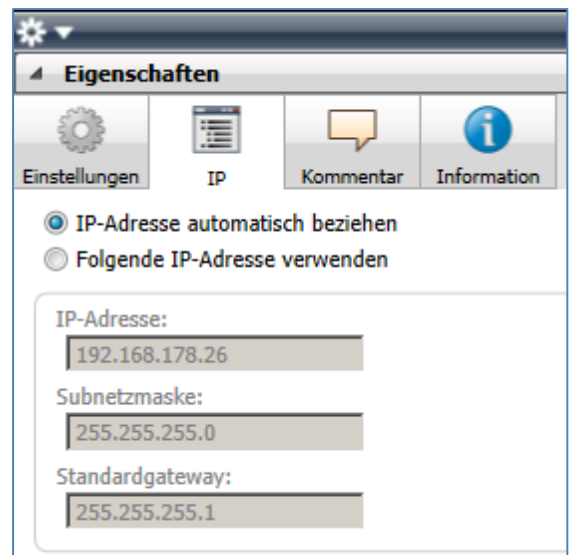

Abbildung 8: Einstellung der IP-Adressdaten des Geräts unter dem Reiter „IP“ im Sidebar der ETS.
3. Wählen Sie den Reiter „IP“ entsprechend Abbildung 8: Einstellung der IP-Adressdaten des Geräts unter dem Reiter „IP“ im Sidebar der ETS. Wählen Sie nun entweder